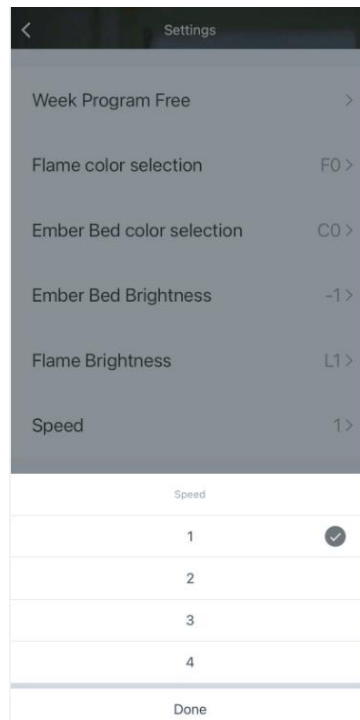

Abb. 15
10. Öffnen Sie die Geschwindigkeit, Sie können insgesamt 4 Geschwindigkeiten von 1 bis 4 wählen. Dies ist in Bild 15 dargestellt